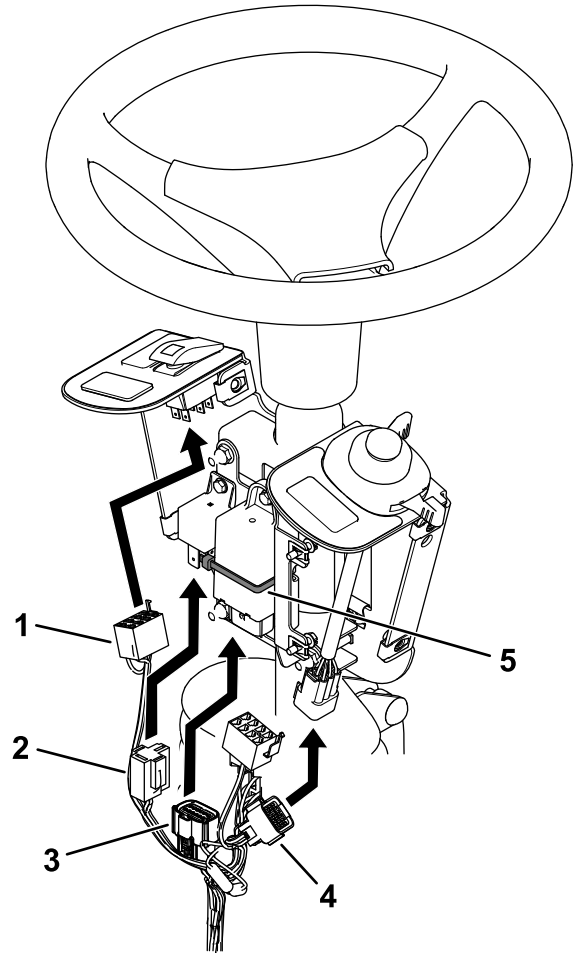

**Figur 7**
4. Monter blinklyset og relæet på sikringsmontageringspladen med 2 skruer (nr. 10 x  $\frac{3}{8}$ " ) som vist i Figur 7.